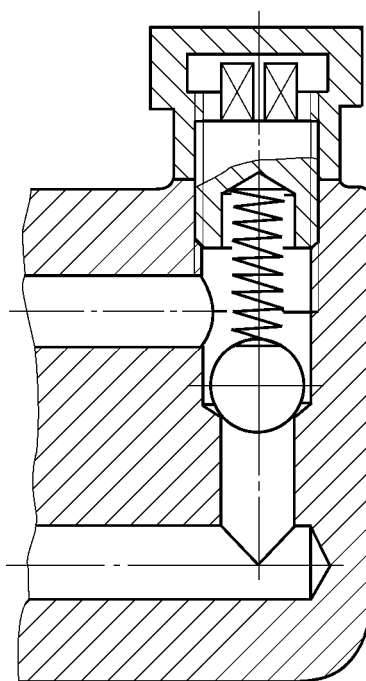
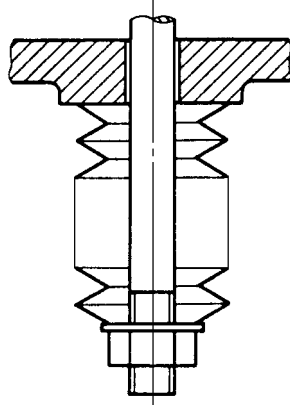
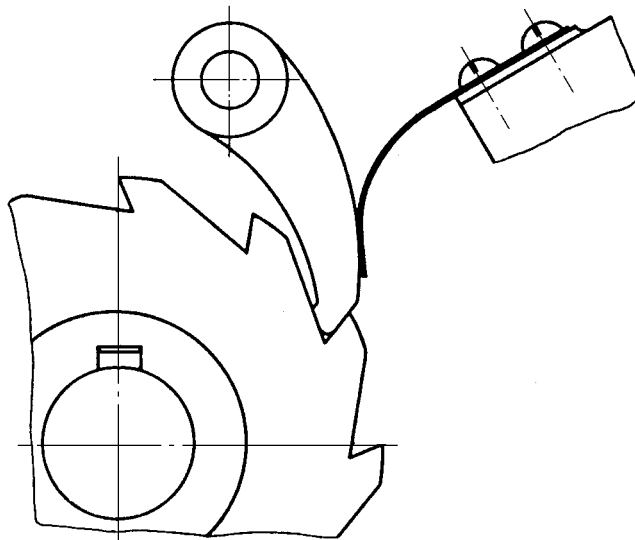
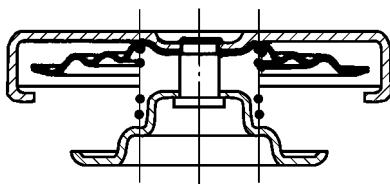

图2 装配图中的圆柱螺旋弹簧示意画法(一)
图 4 装配图中的碟形弹簧画法
图 5 装配图中的片弹簧画法
图 6 装配图中型材尺寸较小的弹簧画法
5.2 型材尺寸较小(直径或厚度在图形上等于或小于2 mm)的螺旋弹簧、碟形弹簧、片弹簧允许用示意图表示(图2、图4、图5)。当弹簧被剖切时,也可用涂黑表示(图6)。
5.4 四束以上的碟形弹簧,中间部分省略后用细实线画出轮廓范围(图4)。